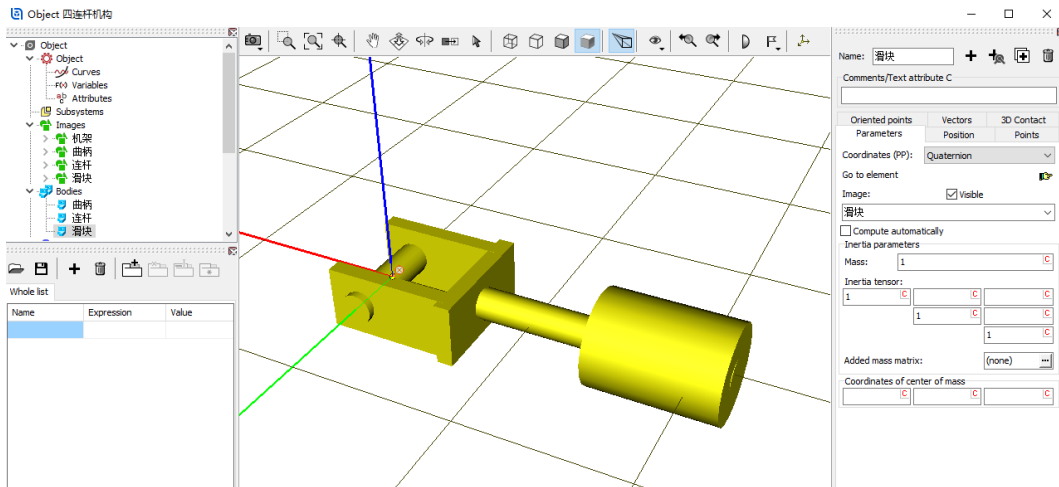

图 2-52
- 8) 创建第三个刚体滑块，从 **Image** 下拉菜单选择几何滑块，设置质量 (1) 和转动惯量 (1, 1, 1) 参数及质心坐标 (-0.4, 0, 0)，如图 2-52。